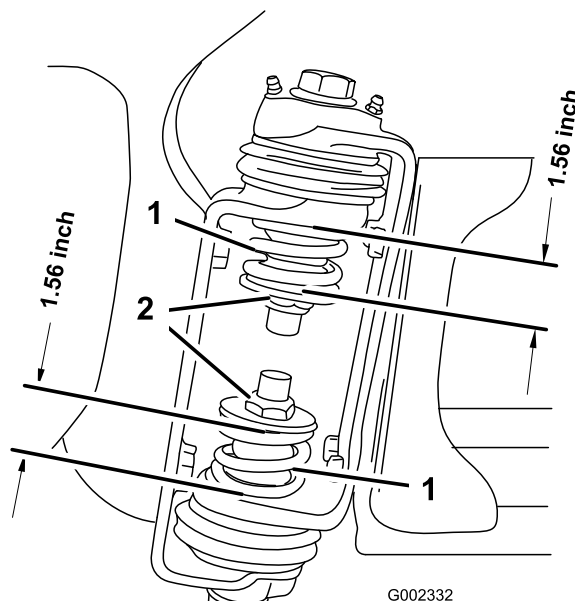

Рисунок 8
3. На шарнире стрелы измерьте степень сжатия верхней и нижней пружин, пока стрелы находятся в выдвинутом положении (Рисунок 8).